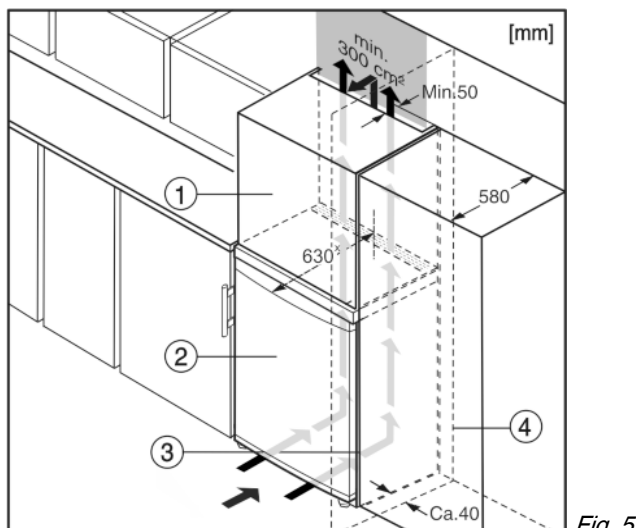

Fig. 5
- (1) Дополнительный шкафчик
(2) Устройство
(3) Кухонный шкаф
(4) Стена
Устройство может быть окружено кухонными шкафами. Чтобы уравнять устройство Fig. 5 (2) по высоте с кухонной стенкой, можно установить над устройством дополнительный шкафчик Fig. 5 (1).
При комбинировании с кухонными шкафами (глубина макс. 580 мм) устройство можно установить непосредственно рядом с кухонным шкафом Fig. 5 (3). Устройство выступает сбоку на 34 мм * и по центру на 50 мм * относительно передней стенки кухонного шкафа.
Если устройство установлено на шарнирах у стены Fig. 5 (4), то расстояние между устройством и стеной должно быть не менее 40 мм. Настолько выступает ручка при открытой дверце.